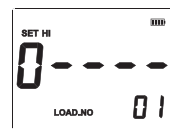

图 9
1. 开机后在待测介面下，按下SETUP按键，LCD显示“SET HI 0----- Ω LOAD\_NO 01”如下图9